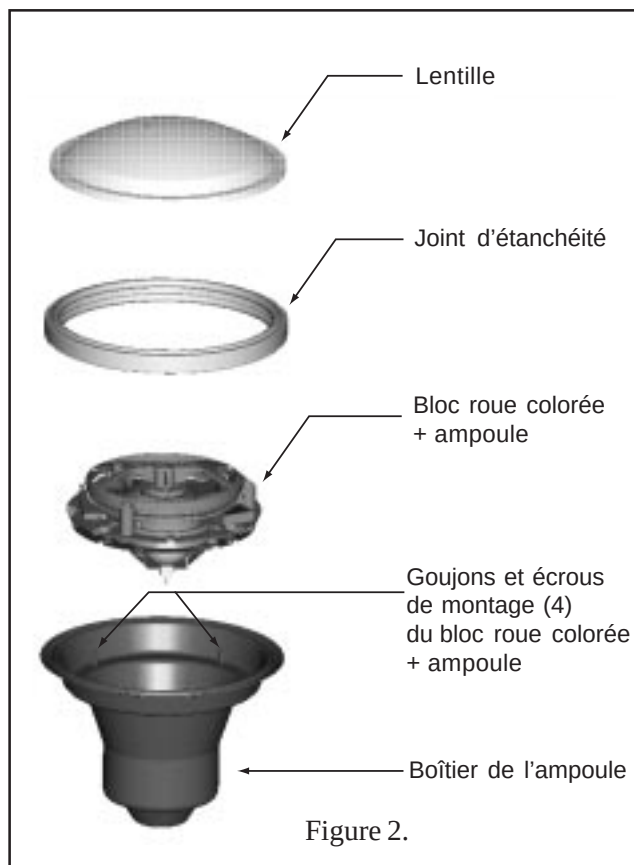

Figure 2.
Section V. Remplacement des ampoules seulement (voir figure 2).
2. Le luminaire étant posé verticalement sur sa base, placez la lentille avec son joint d'étanchéité sur le luminaire et positionnez-la de telle manière que l'indicateur blanc sur le bloc roue colorée + ampoule soit dirigé vers la lettre "O" du mot "TOP" sur la surface de la lentille (voir figure 2).